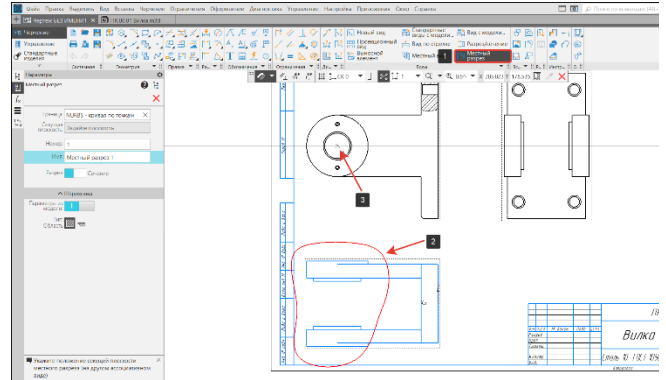

Рисунок 211 – Команда местный разрез
- В панели Видов выберем команду Местный разрез (1) (Рисунок 211);
- Выберем замкнутый контур, ограничивающий местный разрез (2) (Рисунок 211);
- Перенесем курсор на отверстие на главном виде (3) (Рисунок 211);